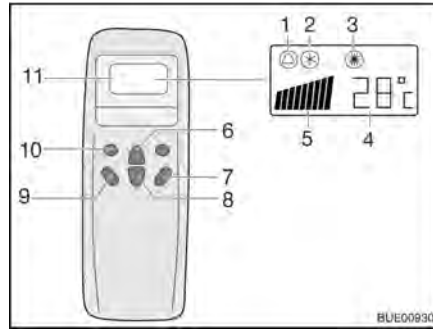
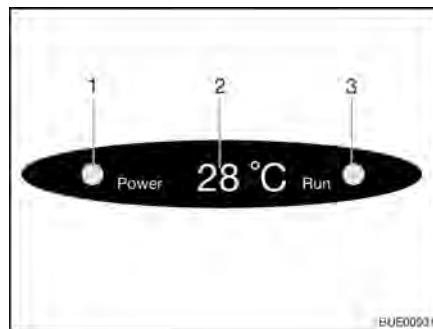

Fig. 143 Télécommande
Fig. 144 Affichage sur le diffuseur
- Appuyer sur la touche "ON/OFF" (Fig. 143,7).
- Appuyer sur la touche "Mode" (Fig. 143,10) autant de fois que nécessaire pour que le mode de fonctionnement souhaité (Fig. 143,1, 2 ou 3) s'affiche à l'écran. Le voyant de contrôle correspondant s'allume sur l'écran du diffuseur (Fig. 144,3).
- Régler la température souhaitée avec les touches d'augmentation de la température (Fig. 143,6) ou de diminution de la température (Fig. 143,8).
- Sélectionner le niveau de ventilation souhaité à l'aide de la touche de vitesse du ventilateur (Fig. 143,9).